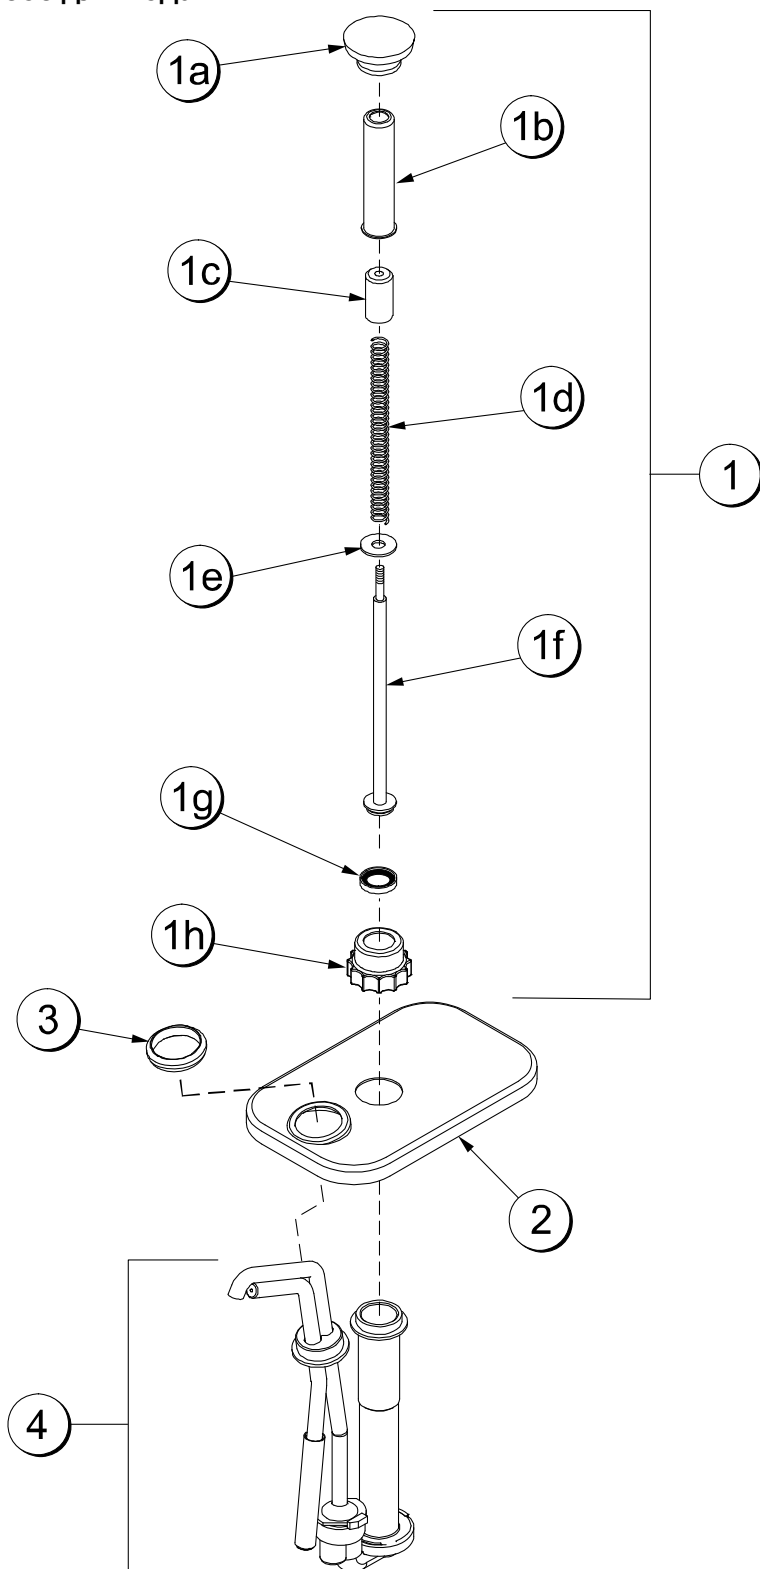

Рисунок 13
**X53800-BRN/TAN Насос для подачи сиропа (см. рис. 13)**